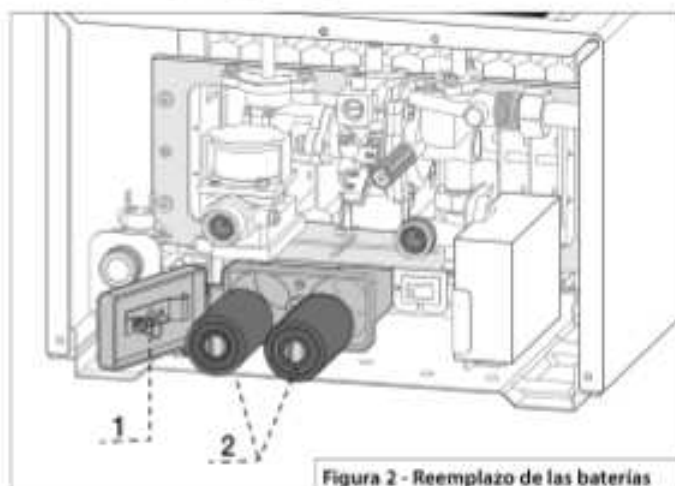

Figura 2 - Reemplazo de las baterías
- Desenganche la tapa de la parte inferior del dispositivo (ver Figura 2: N.º 1).
- Retire las baterías (ver Figura 2: N.º 2).
- Inserte las pilas con la polarización correcta (ver Figura 2: N.º 2).
- Cierre la tapa de la batería (ver Figura 2: N.º 1).